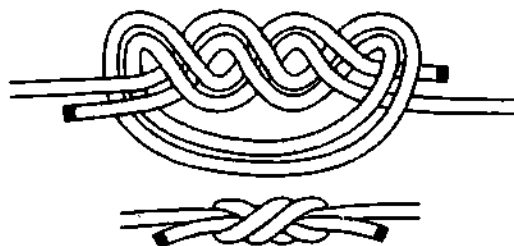

Рис. 759. **Двойной встречный узел**.
**Водяной узел** применяется для надёжного соединения двух лесок примерно одинакового диаметра (рис. 759). Если узел завязан правильно, то после затягивания он приобретает вид восьмёрки.